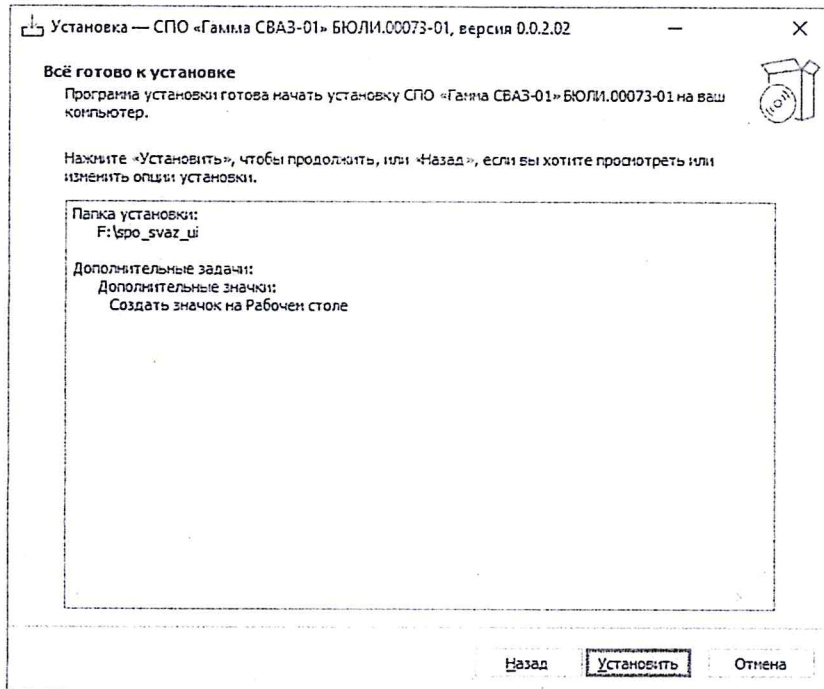
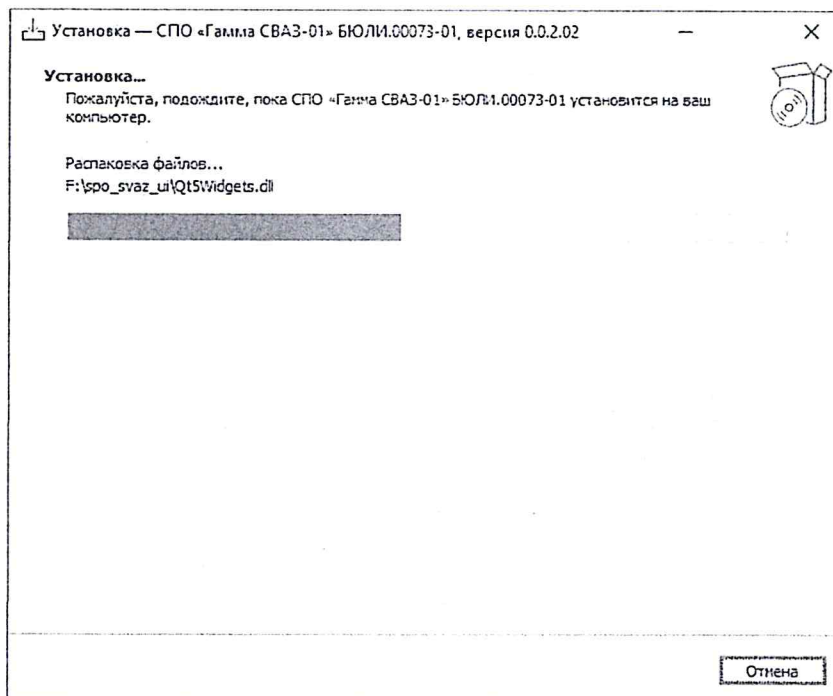

Рисунок 23 – Окно «Подготовка к установке»
Рисунок 24 – Окно «Установка программы на ПЭВМ»
– в окне подготовки к установке нажать кнопку «Установить» (рисунок 23), после чего начнется процесс установки программы на ПЭВМ (рисунок 24);